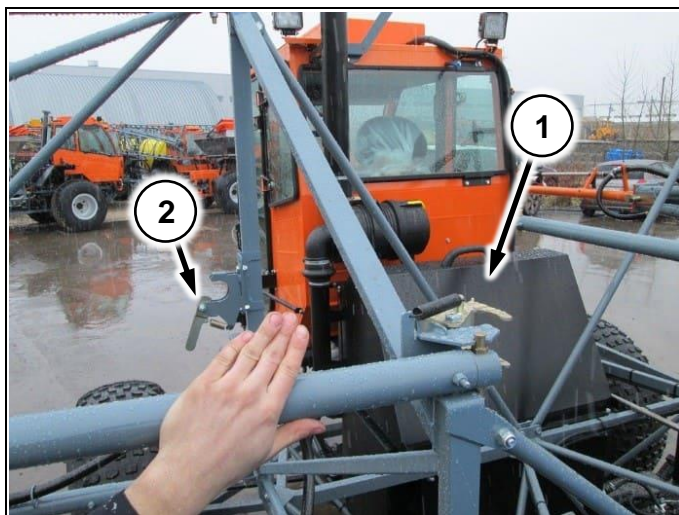

Рис. 93
4. Убедиться, что пальцы корневой секции попали в упор и закрыть замок (Рис. 93/1)
Перед раскладыванием штанг убедиться, что замок концевой секции на пирамиде (Рис. 93/1) открыт!
Флажки на штангах идентичные и выглядят как на Рис. 93/2